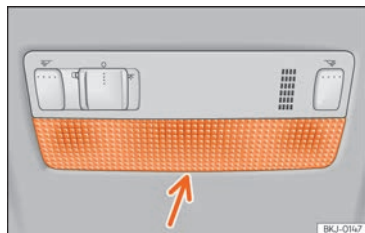

Fig. 112 Lampe de lecture avant.
- Introduisez la partie plate d'un tournevis fin entre la carcasse et le verre »» fig. 112.